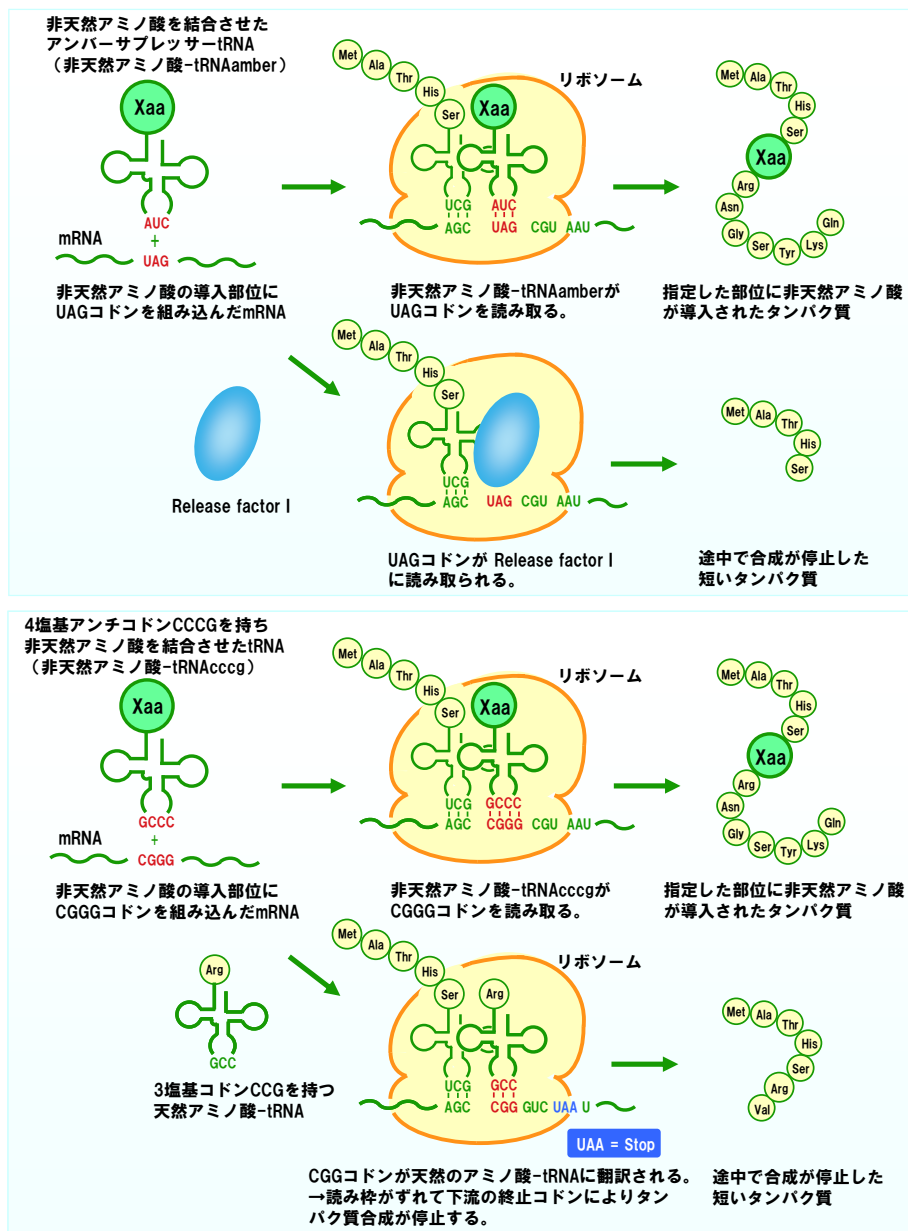

Figure 1 : 非天然アミノ酸の導入原理(上:UAG コドン、下:CGGG コドン)
- CGGG コドンの下流には、読み枠がずれた場合に終止コドンが現われる必要があります(Figure 1 下を参照)。下流に終止コドンが現れない場合は、終止コドン(UAA,UAG,UGA のいずれか)が生じるように、変異を加えることを推奨します。